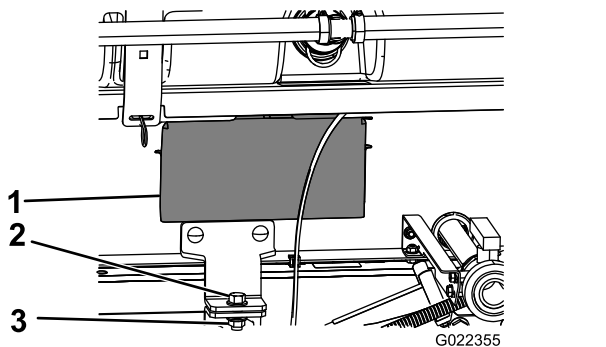

Figura 34
5. Retire os painéis de acesso em ambos os lados da estrutura do patim (Figura 34).
8. Prenda o suporte de fixação do conjunto do patim do depósito à estrutura da plataforma na estrutura de cada lado da máquina com um parafuso ($\frac{1}{2}$ pol. x $1\frac{1}{2}$ pol.) e uma porca de bloqueio ($\frac{1}{2}$ pol.) como se mostra na Figura 34.